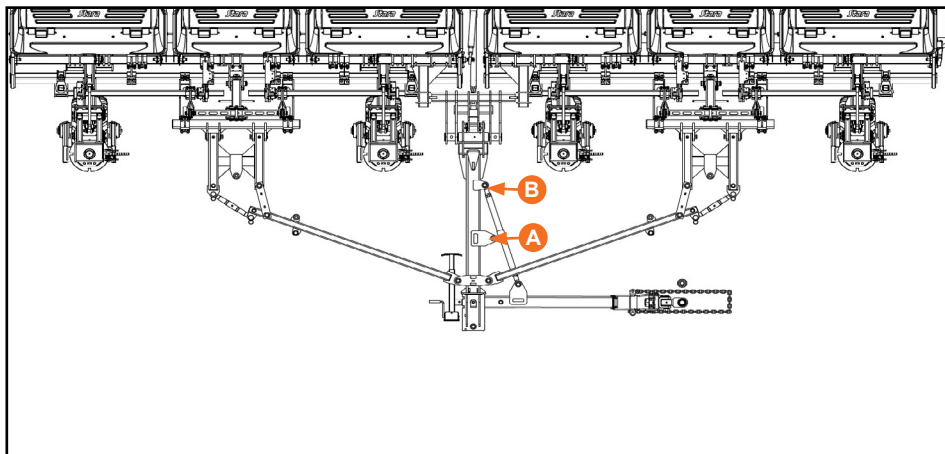

Figura 28
Para transporte do implemento, o cabeçalho frontal deverá ser desnucado e travado com o tensor no segundo ponto de engaste (B) (Figura 28).